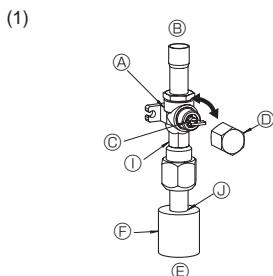

Fig. 4-6
- Côté gaz de RP100-250 (Fig. 4-6)